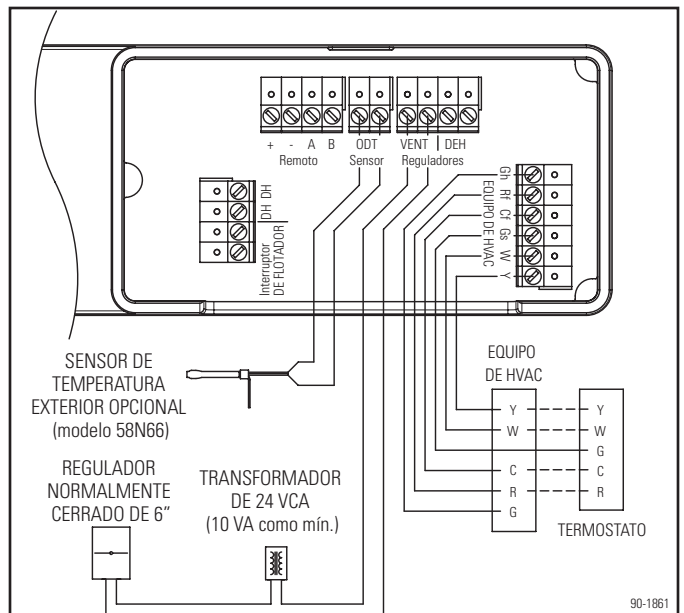

Figura 29. Cableado del sistema de ventilación
Si el cableado se realizó según se muestra en la **Figura 29**, el regulador de ventilación se abrirá cuando haya una demanda de calefacción (W), enfriamiento (Y) o ventilación (Gs) del sistema de HVAC para permitir la entrada de aire fresco durante el funcionamiento del soplador del sistema de HVAC (consulte la sección VENTILACIÓN CON UN CONTROL EXTERNO a continuación para conocer las excepciones). El regulador de ventilación también se abrirá si el deshumidificador está en funcionamiento. En el control del deshumidificador, aparecerá la leyenda "VENTILATING" (Ventilación) cuando en el deshumidificador esté en funcionamiento la ventilación. Una vez que finalice la demanda del sistema de HVAC, el deshumidificador se detendrá, o luego de cumplido el tiempo de ventilación, el regulador de ventilación se cerrará.